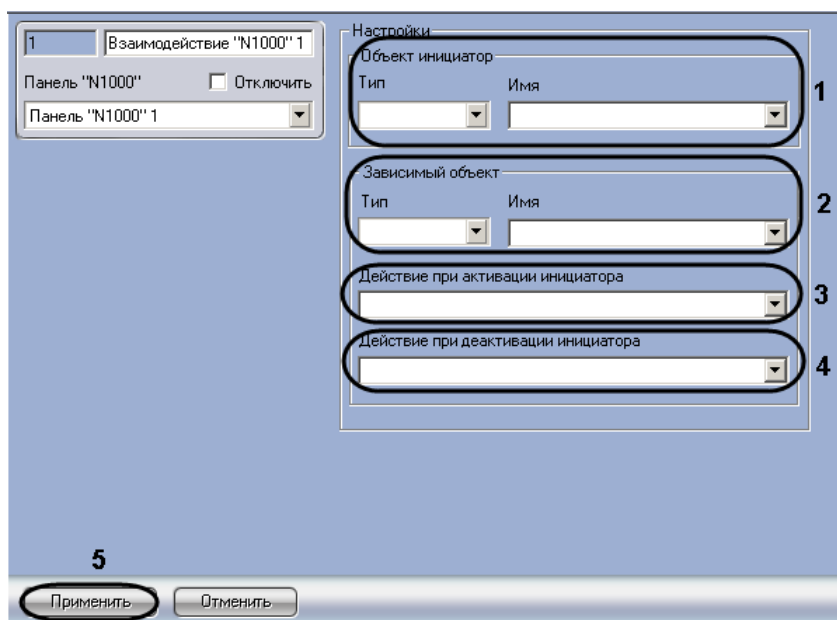

Рис. 3.5—10 Панель настроек объекта Взаимодействие “N1000”
2. В группе параметров **Объект инициатор** из раскрывающихся списков **Тип** и **Имя** выбрать объект-инициатор, соответствующий реле или группе реле, при активации или деактивации которого будет совершаться задаваемое действие объекта-исполнителя (см. Рис. 3.5—10, 1).
3. В группе параметров **Зависимый объект** из раскрывающихся списков **Тип** и **Имя** выбрать объект-исполнитель, соответствующий реле или группе реле, который будет совершать задаваемое действие при активации или деактивации объекта-инициатора (см. Рис. 3.5—10, 2).